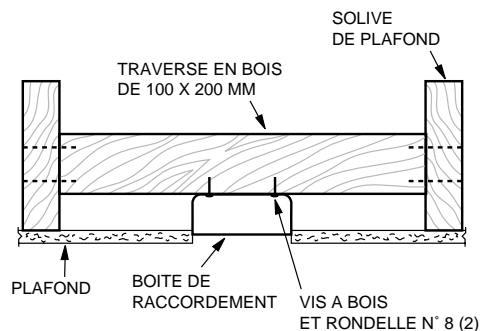

FIGURE 2
- A. Fixez une boîte de raccordement métallique de 100 x 40 mm ou de 100 x 12 mm à une traverse (de 100 x 200 mm) entre deux solives de plafond comme illustré à la figure 2. La boîte de raccordement doit être enfoncée